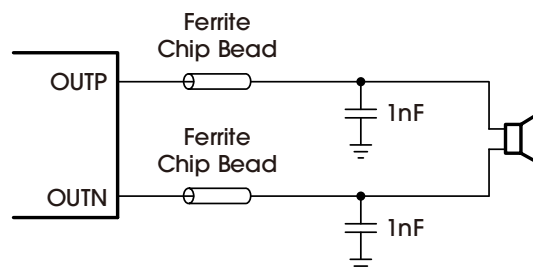

Figure 10. Typical Ferrite Chip Bead Filter (Chip Bead Example: NFZ2MSM Series from Murata)
- 输出滤波器：铁氧体 EMI 滤波器(Figure 10)应尽可能靠近输出引脚放置，以获得最佳 EMI 性能。铁氧体中使用的电容器应接地至电源地。